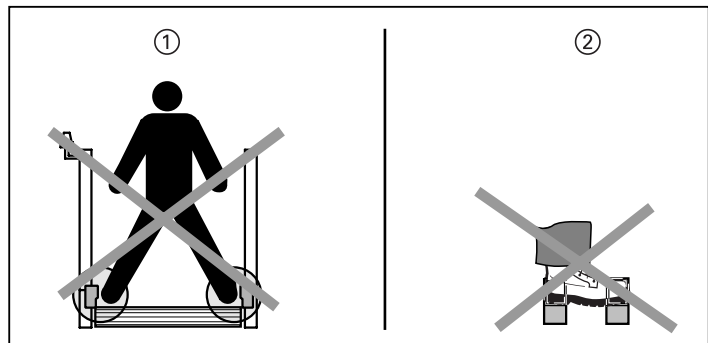

Abb. 2-1: Anordnung der Muting-Sensoren
- Muting-Sensoren müssen so angeordnet sein, dass die Überbrückung nicht unbeabsichtigt von einer Person ausgelöst werden kann (siehe Abb. 2-1).